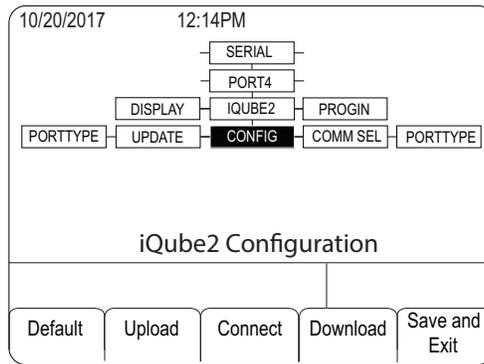

Figura 4. Menú CONFIG
- Navegue hasta el menú CONFIG (CONFIG) y pulse la tecla programable **Connect** (Conectar) (véase la Figura 4). Aparecerá el número de serie (es decir, 123XX456\***NONE**\* \***NONE**\* \***NONE**\*). Si no aparece el número de serie, compruebe el cableado y los interruptores DIP.